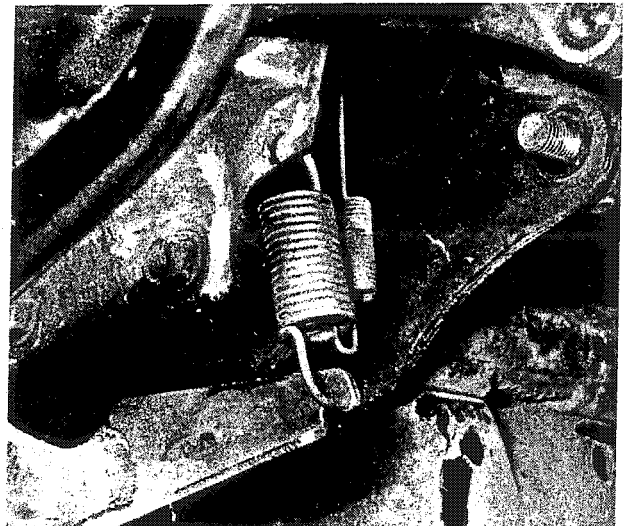

Bild 25
- Die Feder des Bremslichtschalters von der Rückholfeder des Bremspedals lösen und mit einem geeigneten Hebel die Rückholfeder aus dem Bremspedal aushängen (Bild 25). Die Einstellmutter vom hinteren Ende der Zugstange abschrauben, so dass die Zugstange aus dem Bremsnockenhebel ausgehängt werden kann. Den Gabelbolzen vom Bremshebel ab-